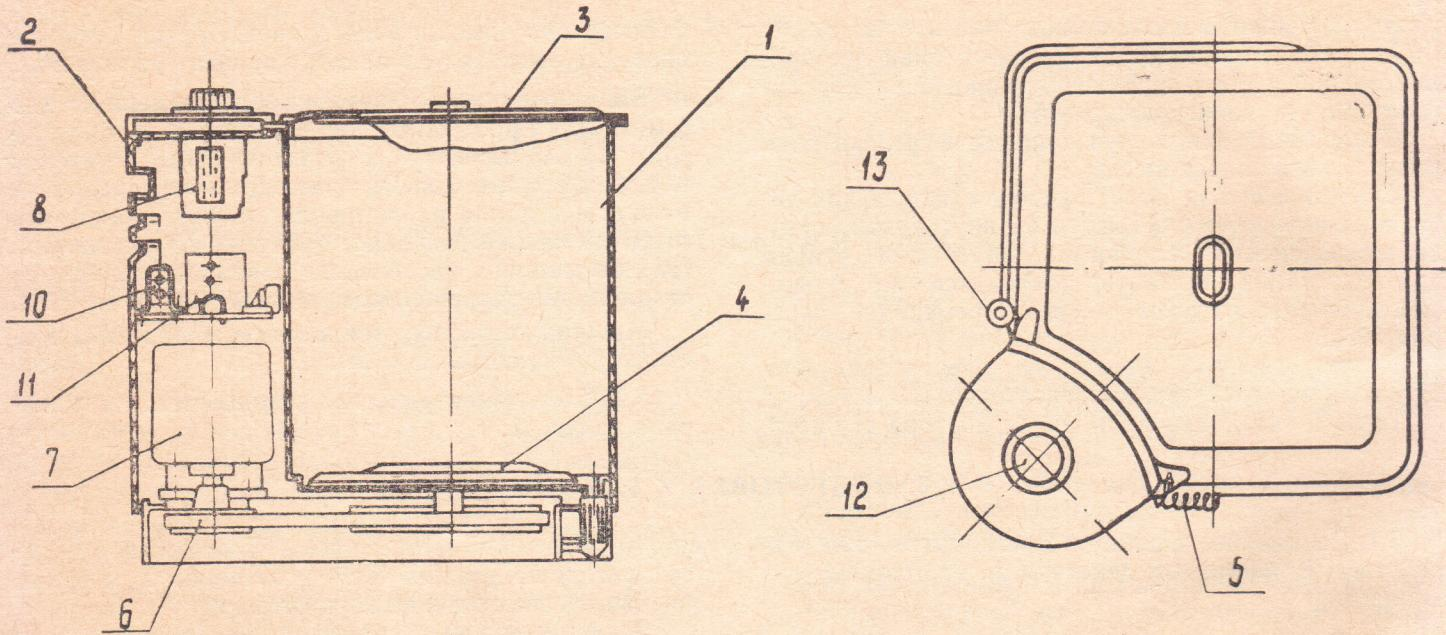

Рис. 1. Устройство машины:
4.3. Не допускается заливать кожух привода (поз. 2, рис. 1) водой или моющим раствором, а также устанавливать машину в воду. Не допускается слив воды из бака через кожух привода.
5.1. Устройство машины показано на рис. 1.